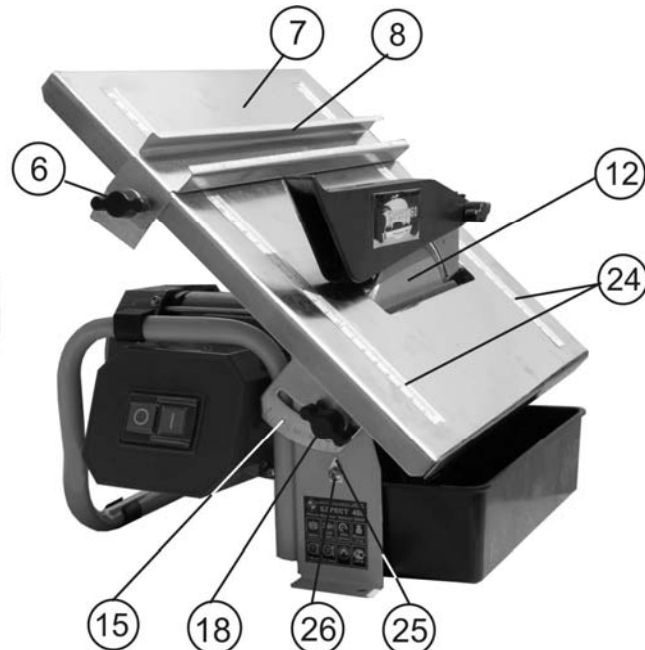

Рис. 6
10.1. Регулировка угла резания (Рис. 6)
10.1.2. Ослабьте крепление двух винтов фиксации (18), Рис.4, Рис.6.
10.1.3. Как показано на Рис.6, переведите рабочий стол (7) в наклонное положение, совместив показание на шкале наклона (15) и указателя (25) на предполагаемый угол резания.
10.2. Регулировка резания в размер (Рис. 6)